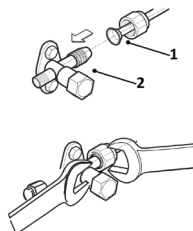

fig. 19 -
- Potriviți extremitățile conductei cu racord (part.1 "fig. 19 -") montat anterior cu cele ale racordurilor de pe unitățile interne sau de pe robinetele unităților externe (part.2 "fig. 19 -").